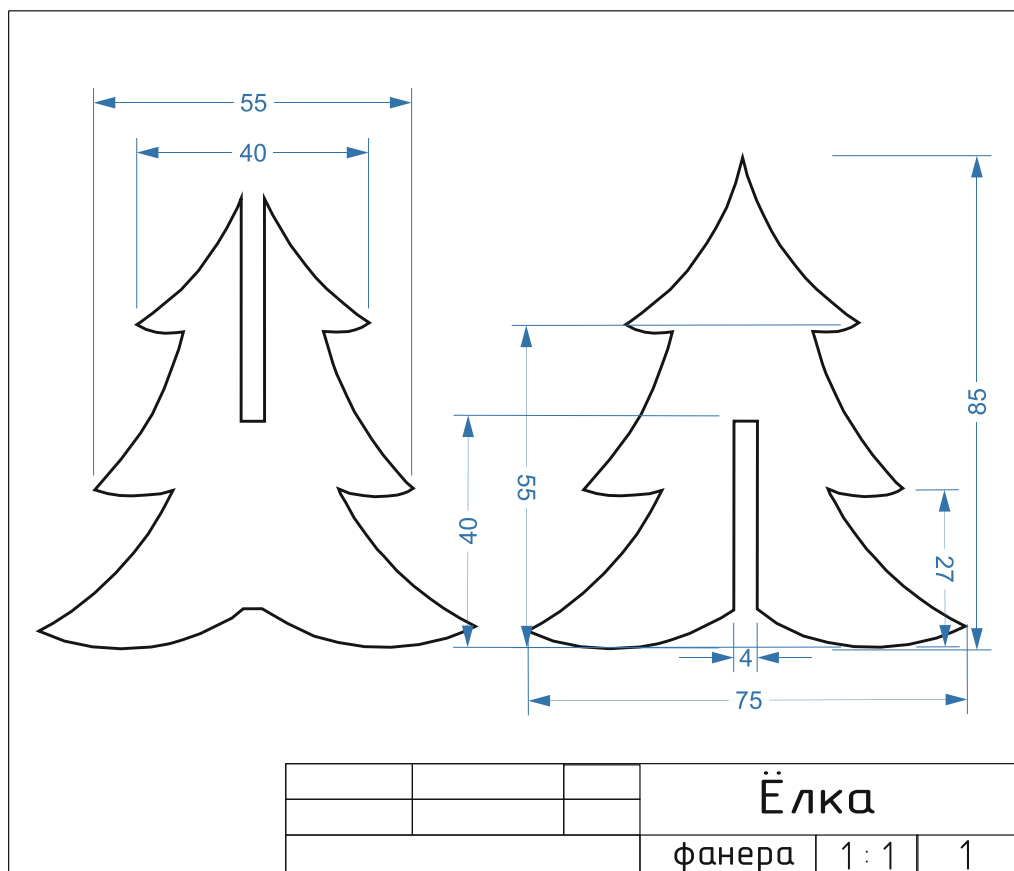

Рис. 1. Чертеж Ёлка
2. По чертежу изготовить Ёлку (рис. 1).